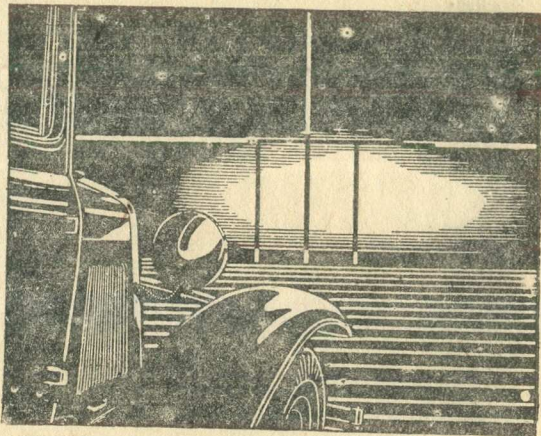

Рис. 60. Вид светового пятна правой фары.
7) закрыть левую фару и производить тем же способом регулировку правой фары (рис. 60).